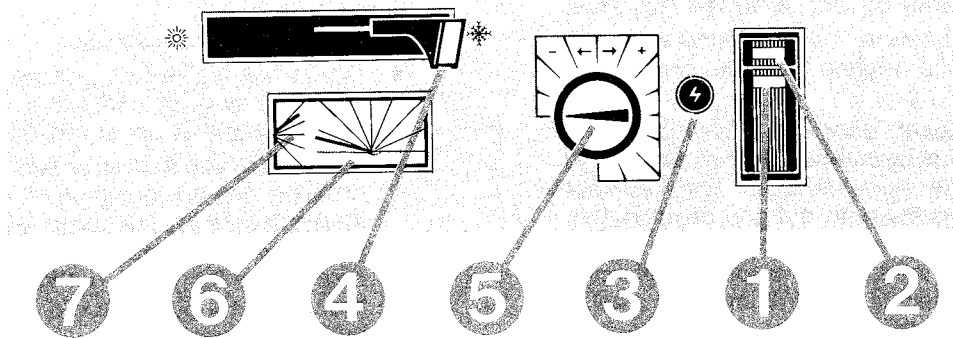

Fig. 10
- Stang (4 fig. 10) op stand zomer plaatsen, als u alleen sanitair warmwater en geen verwarming wenst (links).
- Regelknop (5 fig. 10) van de verwarmings-temperatuur in een gemiddelde stand plaatsen tussen de maximum en minimum aanslagen.
- Gasafsluitkraan openen en vervolgens de groene startdrukknop (1 fig.10) volledig induwen. Een korte tijd (ong. 10 sec.) laten stromen om alle lucht uit de leidingen te verdrijven en vervolgens, steeds volledig ingedruwd houdend, de waakvlam ontsteken door op de drukknop (3 fig. 10) van de piezo-ontsteker te duwen.
- De groene schakelaar (1 fig. 10) nog steeds ingedruwd houden gedurende 15 tot 20 seconden om toe te laten aan de veiligheidsinrichting van het toestel zich op te warmen en zich in te schakelen.
- Indien de stang (4 fig. 10) in de stand «winter» werd geplaatst, dan wordt het gas naar de brander toegevoerd.
- Indien de stang (4 fig. 10) in de stand «zomer» geplaatst is, dan zal enkel de waakvlam blijven branden en zal de brander slechts gaan werken wanneer een warmwater-aftapkraan geopend wordt. In beide gevallen (stand «zomer» of «winter»), betekent het feit dat de waakvlam blijft branden, nadat men de groene drukknop heeft losgelaten, dat uw ketel in staat van werking is.
- Indien de waakvlam uitdooft nadat de groene drukknop (1 fig. 10) werd losgelaten, dan betekent dit dat de veiligheidsinrichting de tijd niet gehad heeft om in te schakelen en het volstaat dan de ontstekingsbewerking van de waakvlam te herbeginnen, waarbij men dan de drukknop wat langer ingedrukt laat.
Het volstaat eenvoudigweg de stang (4 fig. 10) in de «zomer» stand te stellen (zon) (links).
Het volstaat eenvoudigweg op de rode drukknop 2 fig. 10 te duwen die de totale uitschakeling van de ketel veroorzaakt door onderbreking van gas - en elektriciteitsvoeding.
De ketel voor verwarming in werking brengen: de stang (4 fig. 10) op «winter» stand en de regelknop (5 fig. 10) van de verwarmingsthermostaat op maximum (de kamerthermostaat gebeurlijk eveneens op maximum) stellen.
## GEBRUIKSAANWIJZING VAN DE GASWANDKETEL rd 225 (fig. 10)
- De stang op de stand verwarming duwen (4 fig. 10) t.t.z. rechts.
- De regelknop van de thermostaat van de verwarming op max. draaien (5 fig. 10).
- De gasstopkraan openen en daarna de groene drukknop van de inwerkstelling volledig indrukken (1 fig. 10). Enkele ogenblikken laten doorstromen (ongeveer 10 seconden) zodat de lucht in de leiding aanwezig verdreven wordt. Terwijl men de groene drukknop ingedrukt houdt :
de waakvlambrander ontsteken door op de drukknop te drukken van de piezo-ontsteker (3 fig. 10). De waakvlam wordt ontstoken.
- Als de stang op de stand «zomer» geduwd wordt blijft alléén de waakvlam branden en zal de hoofdbrander slechts aanslaan indien men een warmwaterkraan opent (4 fig. 10 - links). Het feit dat de waakvlam blijft branden nadat men de groene drukknop heeft losgelaten betekent dat de ketel werkingsklaar is.
Op de rode drukknop drukken, waardoor gas-toevoer en elektriciteit afgesneden worden (2 fig. 10).
**De installatiedruk moet altijd voor koud water minstens 0,5 kg (bar) op de manometer zijn (7 fig. 10).**